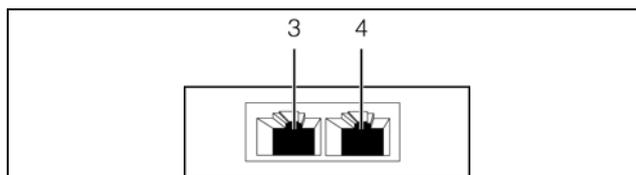

Рис. 7: Задняя сторона датчика доступа
- Соедините датчик доступа кабелем CAN-Bus с интерфейсом CAN-Bus Процессорного блока СМС III или с соседним компонентом в шине CAN-Bus (рис. 7, поз. 3).
- При необходимости подключите ко второму, свободному интерфейсу датчика доступа CAN-Bus (рис. 7, поз. 4) следующий компонент (например, датчик другого типа).